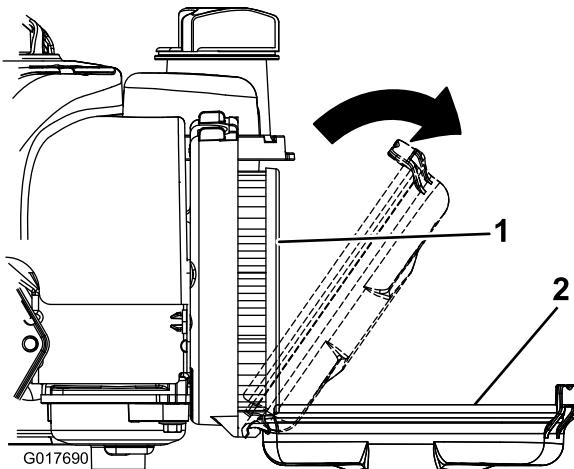

Bild 17
- Lösen Sie die Riegel, mit denen die Luftfilterabdeckung am Motor befestigt ist (Bild 17).